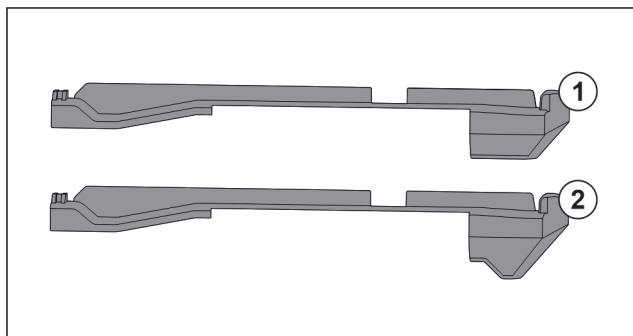

Fig. 124 Comparación de las piezas de acoplamiento
En el aparato hay dos piezas de acoplamiento distintas. La pieza de acoplamiento situada por encima del cajón inferior Fig. 124 (2) tiene un borde triangular. Todas las demás piezas de acoplamiento Fig. 124 (1) tienen un borde recto.
- ▶ Coloque la pieza de acoplamiento Fig. 124 (2) con borde triangular sobre el cajón inferior.
- ▶ Coloque las piezas de acoplamiento Fig. 124 (1) con borde recto en todas las demás posiciones.